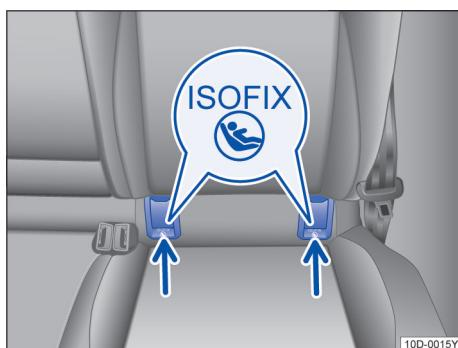

图 32 后排长条座椅的座位上的儿童座椅标准固定点的标记
- 拆下固定点护罩→图 32。
- 沿箭头方向将儿童座椅插入固定环→图 32。直至听到儿童座椅的啮合声。
- 将儿童座椅置于汽车坐垫上，然后将连接带的挂钩挂到固定环上→图 32。
后排外侧座椅配有两个 ISOFIX 固定环，与车身相连 → 图 32。
- 将儿童座椅插到 ISOFIX 固定环上 → 图 32，直到听见儿童座椅的啮合声。